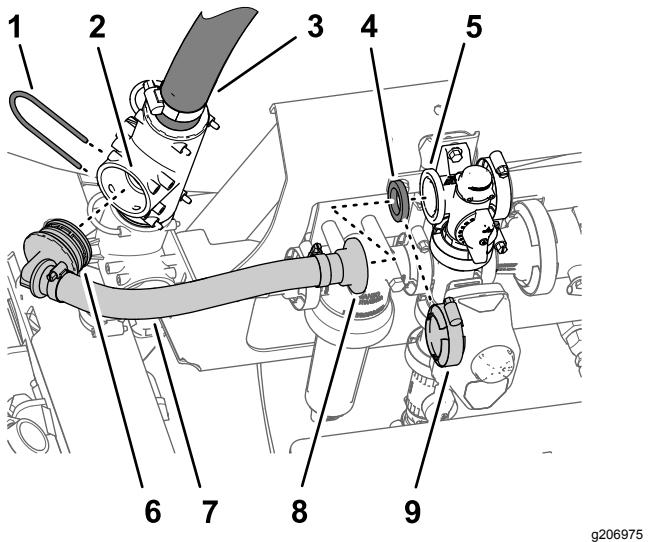

Figure 8
- Alignez le raccord à 90° cannelé du flexible de dérivation d'agitation et l'orifice ouvert dans le raccord en T supérieur, et insérez le raccord à 90° jusqu'à ce qu'il soit parfaitement engagé dans le raccord en T (Figure 8).
- Fixez le raccord à 90° cannelé au raccord en T à l'aide de l'étrier (Figure 8) que vous avez retiré à l'opération et 2 de **Débranchement des flexibles** (page 4).
- Alignez le raccord droit à bride du nouveau flexible de dérivation d'agitation et son joint sur la bride de la vanne de dérivation (Figure 8).
- Fixez le raccord droit à bride et le joint sur la vanne de dérivation à l'aide du collier bride (Figure 8) que vous avez retiré à l'opération 2 de **Débranchement des flexibles** (page 4).